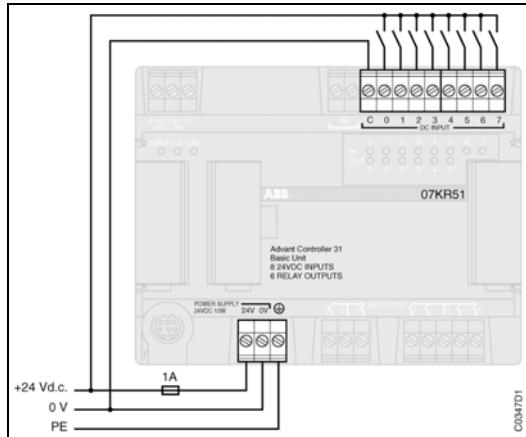
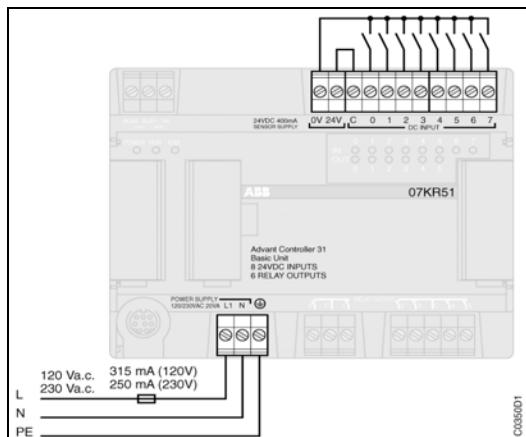

Figura 4-12: Entradas lógicas positivas PNP alimentación de 24 Vcc
Figura 4-15: Entradas lógicas negativas NPN alimentación de 120/230 Vca
- Cableado de entrada: ver Figura 4-12 a Figura 4-15. El C común de las entradas tiene que conectarse a la alimentación de 0 V o 24 Vcc de acuerdo con el tipo de sensor.